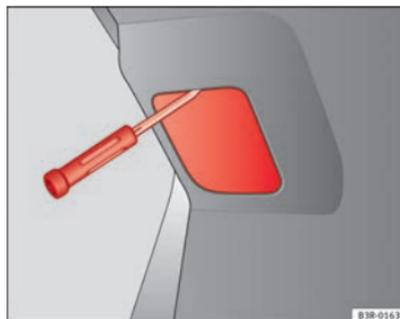

Fig. 219 Retirar la cubierta del portón del maletero
- Introduzca un destornillador desde arriba por la ranura ⇒ fig. 219 y extraiga la cubierta haciendo palanca.